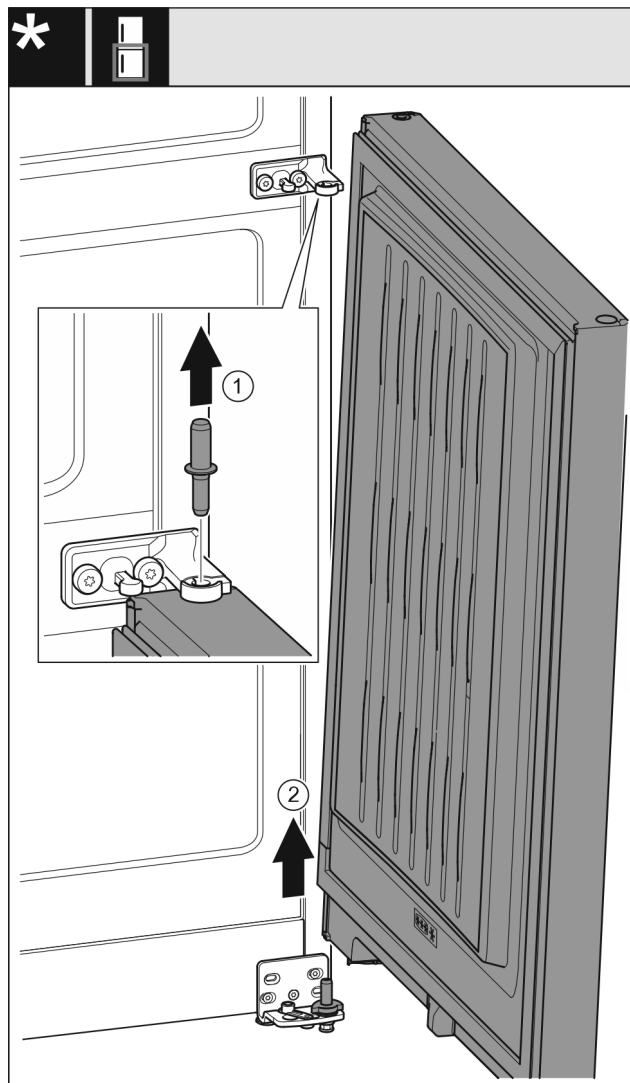

Fig. 8
- ▶ Izvucite svornjake prema gore. Fig. 8 (1)
- ▶ Zakrenite vrata prema van, povucite ih prema gore i stavite ih na stranu. Fig. 8 (2)